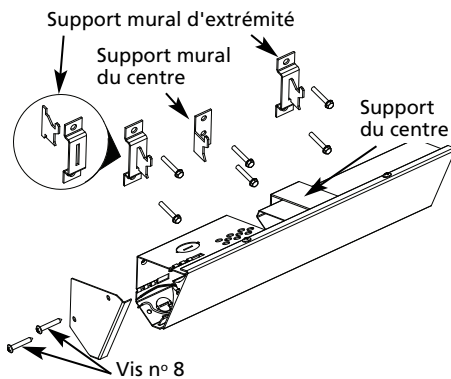

Figure 3
plus rapproché de la marque du support mural central. Y installer le support. Assembler les supports muraux d'extrémité en se référant à la Figure 3.
- Attacher les capuchons d'extrémité (inclus dans le sac de pièces) comme il est illustré à la Figure 3.